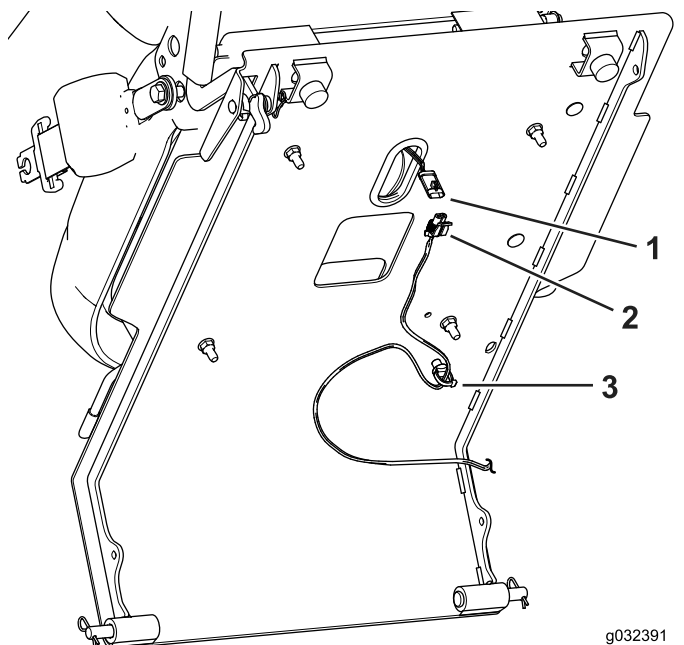

Figure 2
2. Débranchez le contacteur de siège, au bas de la plate-forme du siège, du faisceau de câblage (Figure 2).
3. Détachez le serre-câble au fond de la plate-forme du siège (Figure 2).